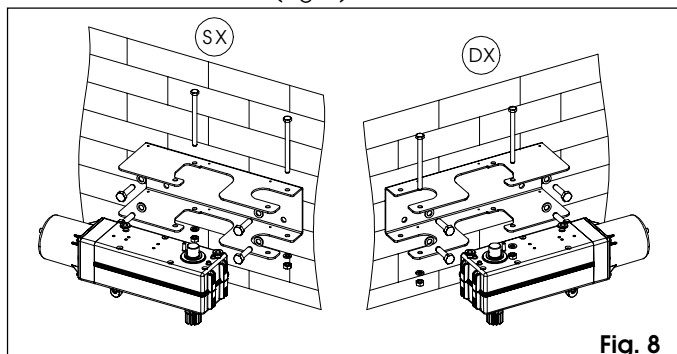

Fig. 8
- Fijen, comprobando la perfecta horizontalidad, la placa base al pilar, utilizando para ello tornillos Ø10 y adecuados tacos (Fig. 8).
- Introduzcan el grupo motorreductor en la placa base y fíjenlo con los dos tornillos y correspondientes tuercas y arandelas elásticas (Fig. 8).